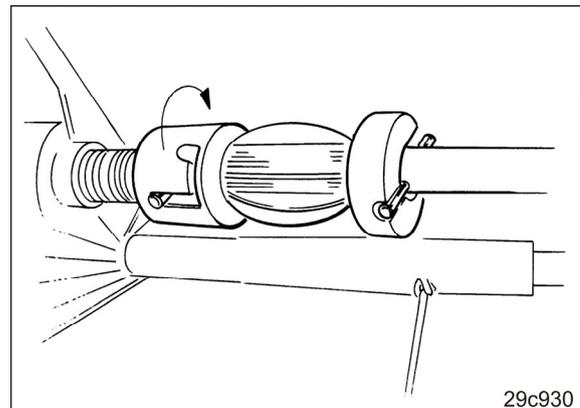

Fig. 200
1. Säwellenhälfte links aktivieren (Fig. 200)